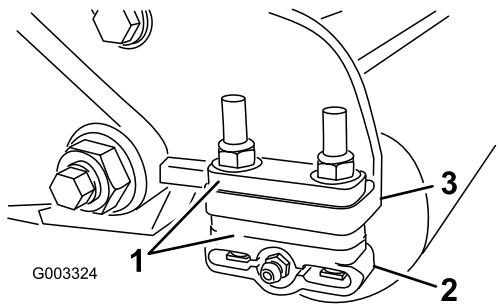

**Figura 13**
10. Verificate le prestazioni di taglio inserendo una lunga striscia di carta di verifica del taglio (n. cat. Toro 125-5610) tra il cilindro e la controlama, perpendicolarmente alla controlama (Figura 13). Ruotate lentamente il cilindro in avanti; questa operazione dovrebbe tagliare la carta.